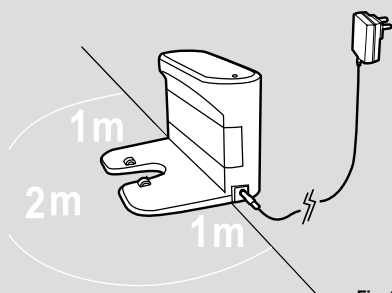

Fig. 2
Plugg inn hovedadapteren og koble den til ladestasjonen. **[Fig. 2]**
**[Fig. 2]**